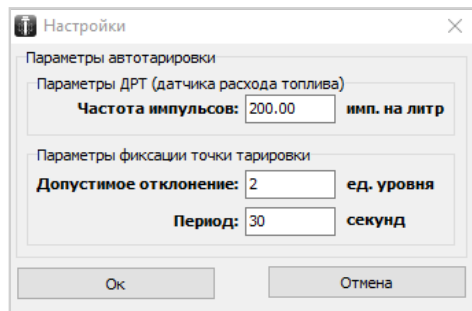

Рис.18. Настройка автотарировки
- в конфигураторе выбрать «Файл» – «Настройки». В появившемся меню (Рис.18), необходимо задать параметр «Частота импульсов», который соответствует количеству импульсов на 1 литр топлива. Данная характеристика приведена в документации на расходомер (ДРТ);